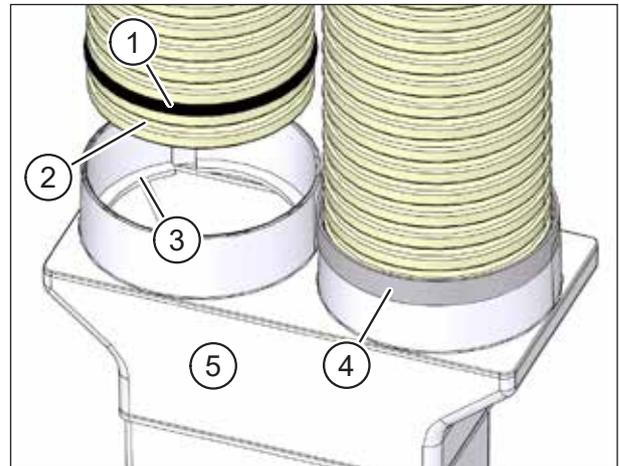

Abb. 30: Flexrohrverbindung mit Dichtband fixieren
- ▶ Setzen Sie Dichtringe (Pos. 1 in Abb. 30) in die zweite Rille am Flexrohr ein. Diese sind als Zubehör M-WRG-FR-DR75 (Art.-Nr. 5056-41/75) oder M-WRG-FR-DR63 (Art.-Nr. 5056-41/63) für die entsprechenden Durchmesser erhältlich.
- ▶ Setzen Sie die Flexrohre in die Öffnungen des Flexrohradapters (Pos. 5 in Abb. 30) ein. Stellen Sie sicher, dass die erste Rille am Flexrohr (Pos. 2 in Abb. 30) im Rastring (Pos. 3 in Abb. 30) des Flexrohradapters einrastet.
- ▶ Empfehlung: Dichten Sie die Verbindungsstelle mit einer Lage Dichtband von 30 mm Breite ab (Pos. 4 in Abb. 30).